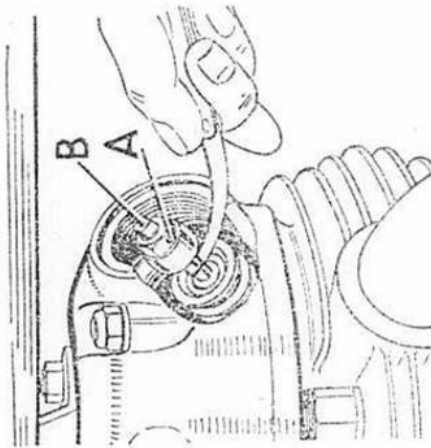

Fig. 10. Vérification des jeux des soupapes (moteurs de 500 cm³).
C'est là la position correcte pour la vérification et le réglage du jeu de la soupape d'admission. Vérifier les jeux des soupapes en insérant une cale d'épaisseur entre la tige de la soupape et la broche de réglage, comme indiqué sur la Fig. 10.
Si le jeu exige un réglage, desserrer le contre-écrou (A) Fig. 10 et régler la broche (B) jusqu'à ce qu'une cale d'épaisseur correcte puisse juste coulisser entre la soupape et la broche.
Moteurs de 250 cm³. Le jeu entre les tiges de culbuteur et de soupape est réglé au moyen des axes excentriques de culbuteurs, bien que l'on insère toujours la cale d'épaisseur par l'ouverture de visite comme indiqué sur la Fig. 10.